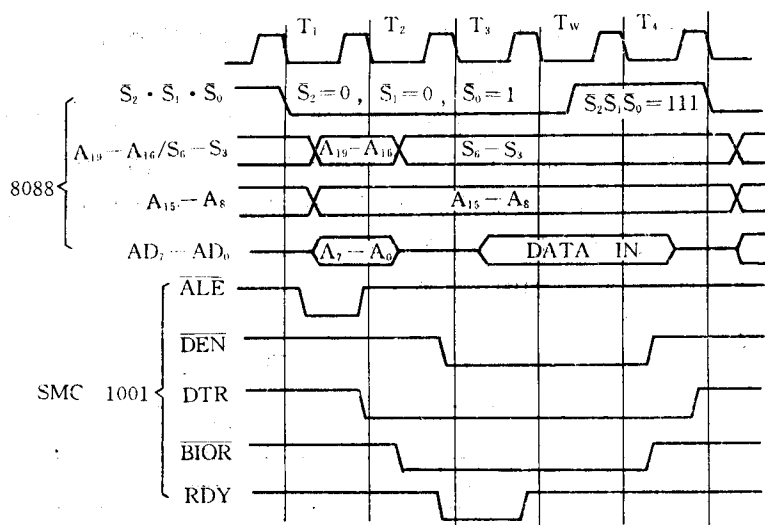

图 2.8 I/O 端口读周期
① I/O 端口的读/写周期使用了 5 个系统时钟周期 T_1 、 T_2 、 T_3 、 T_w 和 T_4 ,其中 T_w 叫等待周期。插入 T_w 以满足 I/O 端口工作速度较慢的要求。
② I/O 端口的读/写,CPU 只发出 16 位地址信号 $A_{15} \cdots A_0$ ($A_{19} \cdots A_{16}$ 为 0)。CPU 发出的状态信号 $\overline{S_2}$ 、 $\overline{S_1}$ 、 $\overline{S_0}$ 表示进行的是 I/O 端口的读写操作。
③ SMC 1001 输出的是 I/O 端口的读/写信号 $\overline{BIOR}/\overline{BIOW}$ 。
④ 8088 CPU 在 T_3 周期开始的下降沿处采样 RDY 输入信号。因进行 I/O 端口的读/写操作,故 RDY 为低电平。在 T_3 周期结束时插入一个 T_w 周期,直到 RDY 信号变为有效的高电平时,结束插入 T_w 周期而进入 T_4 周期。对于长城 0520 和 IBM/PC 系列机,RDY 信号是在 T_3 周期开始时下降为低电平,在 T_3 周期结束前为高电平,插入一个 T_w 周期,使 8088 CPU 对 I/O 端口的读/写周期为 5 个 T 周期。如图 2.8 和 2.9 所示。